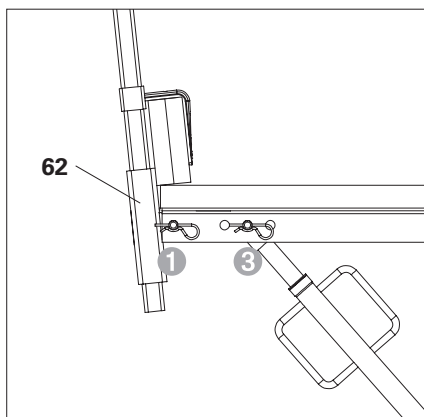
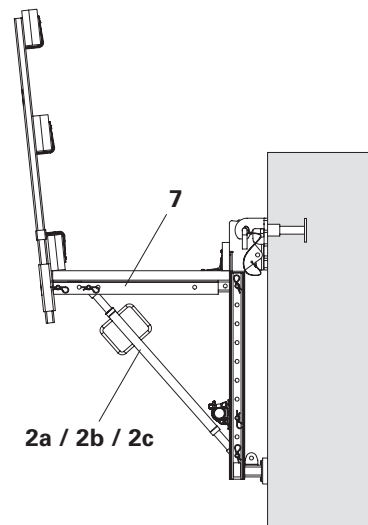

Fig. A4.04a
Fig. A4.04
- Il supporto per parapetto VGK (62) viene sempre imperniato nel 1° e nel 3° foro del montante cassaforma VGK 70 (7).
- Il braccio regolabile AV (2a / 2b / 2c) viene sempre imperniato nel 3° foro. (Fig. A4.04 + Fig. A4.04a)